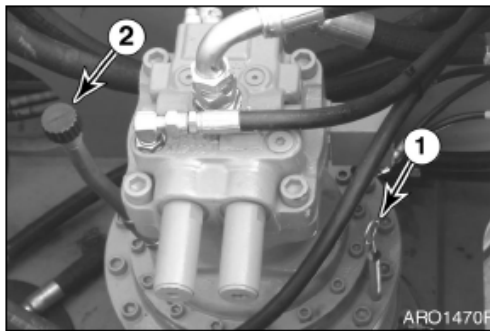

Figura 70
4. Retire el tapón del respiradero/de llenado (2, Figura 70) y añada aceite hasta alcanzar la marca "H" de la varilla de control (1, Figura 70).